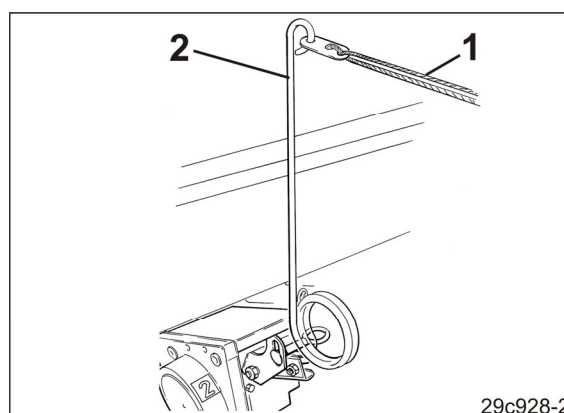

Fig. 125
13. Før wiren (Fig. 125/1) til aktivering af styreboksens betjeningsarm (Fig. 125/2) (hvis den forefindes) ind i traktorens førerhus.